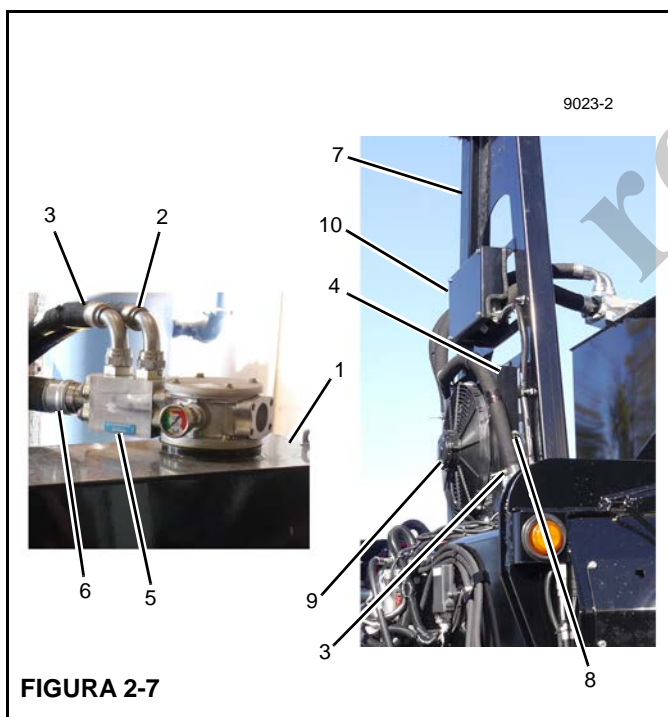

FIGURA 2-7
O resfriador de óleo hidráulico (4, Figura 2-7) está localizado no apoio da lança (7). O circuito de retorno do resfriador de óleo hidráulico está em paralelo com o circuito de retorno do reservatório (6). A entrada do resfriador de óleo hidráulico (2) e os circuitos de retorno/saída (3) passam através do bloco de contorno (5) na parte superior do reservatório hidráulico (1). Uma válvula de segurança de 206 kPa (30 psi) no bloco de contorno regula a vazão através do resfriador de óleo. Quando o óleo hidráulico está frio, a maior parte do óleo de retorno vai diretamente para o tanque. À medida que o óleo se aquece e fica mais fino, mais óleo passa pelo resfriador.